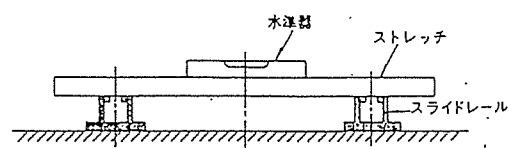

図5 スライドレールの調整
- (1) スライドレールの長さ方向、横方向に水準器を置き、水準器の水泡が水平位置を示すようにスライドレールを調整します。
- (2) スライドレール相互間の高低の差も図5に示すようにストレッチをわたし、水準器で調整してください。